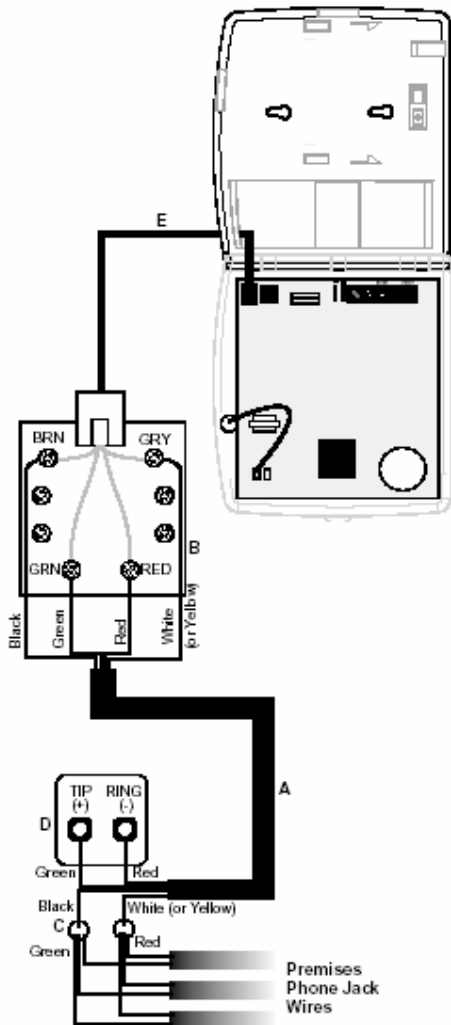

Figure 8. Full Line Seizure Wiring with an RJ-31X
1. 将一条 4 芯电线从 TELCO 模块布至 RJ-31X 接线盒 (图 8 中的 A)。
中的黑线和白线连接(见图 8 中的 C),接头处应使用防水封套。
- 将 4 芯线中的绿线和红线连至 TELCO 模块的 TIP (+) 和 RING (-) 接线柱(见图 8 中的 D)。
- 用随主机提供的电缆将 RJ-31X 接线盒与主机的 LINE IN 接口接好(见图 8 中的 E)。